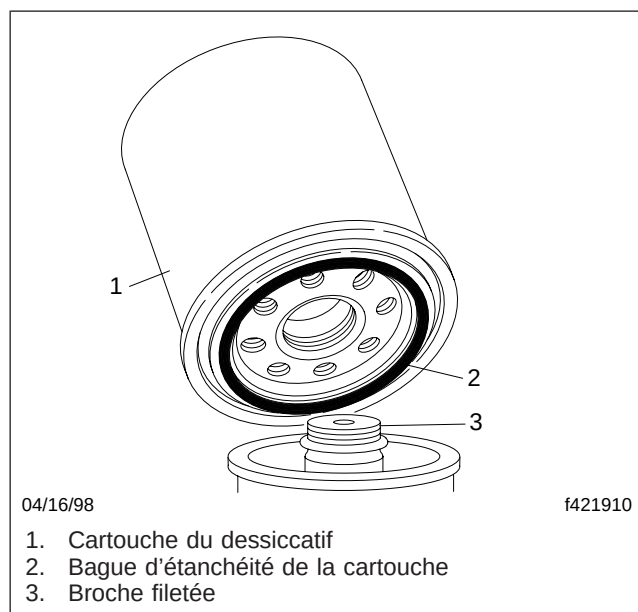

Fig. 3, Remplacement de la cartouche du dessiccateur AD-IS
3. À l'aide d'une clé à sangle ou l'équivalent, desserrez la cartouche du dessiccateur. Dévissez la cartouche à la main et jetez-la. Voir la **figure 3**.